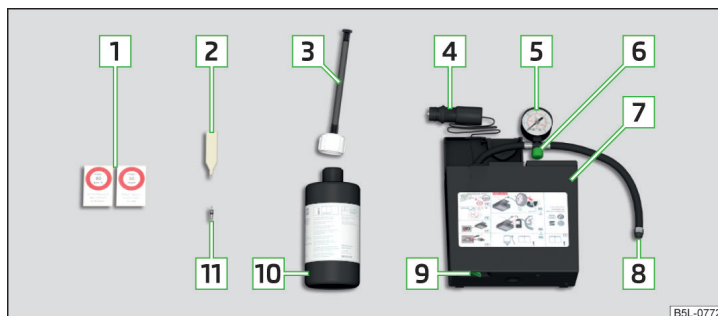

Fig. 154 Beskrivelse af havarisæt
- Sæt værktøjet til afmontering af ventilkegler **2** » Fig. 154 på side 134 på ventilkeglen, så ventilkeglen passer ind i slidsen på værktøjet til afmontering af ventilkegler.
- Ryst flasken **10** » Fig. 154 på side 134 nogle gange kraftigt frem og tilbage.
- Skru påfyldningsslangen **8** » Fig. 154 på side 134 fast på dækventilen.
- Klæb den pågældende mærkat **1** » Fig. 154 på side 134 på instrumentpanelet i førerens synsfelt.